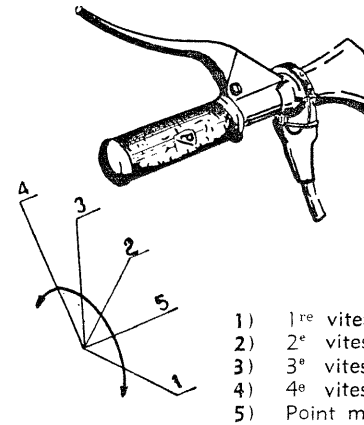

Fig. 8. — Commande de changement de vitesse.
Départ : le moteur étant au ralenti, débrayer et tourner la poignée gauche de façon que le trait repère corresponde à la première vitesse (voir fig. 8). Embrayer ensuite lentement en donnant les gaz jusqu'au départ.
14. - Eclairage défectueux. Les cosses des câbles sont détachées ou pas bien fermées sur la borne d'éclairage, sur le commutateur ou sur le bouton d'avertisseur.	Fixer correctement (voir fig. 8) ou remplacer les vis. Si l'inconvénient persiste, s'adresser aux Agences.